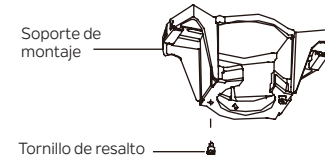

Figura 6
Paso 2. Quite uno de los dos tornillos de resalto del soporte de montaje y guárdelo para usarlo más adelante. Afloje el segundo tornillo de resalto sin quitarlo por completo. (Figura 6)